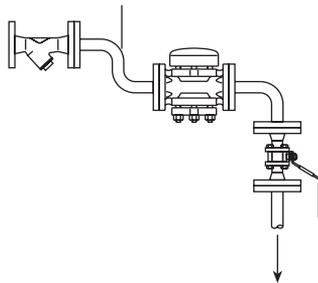

图3 典型安装
3.4 本产品能在任意安装位置下工作,但是会影响使用寿命,最好水平安装,隔热罩尽量朝上(见图3)。注:如果是承插焊连接,须按认可的焊接标准执行焊接程序。